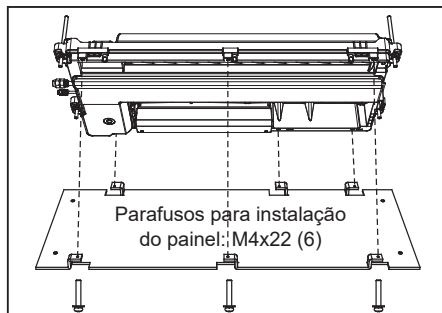

FIG. 17
- Coloque o gabarito na parte inferior da unidade interna com os parafusos usados para fixar a placa (Fig. 17).